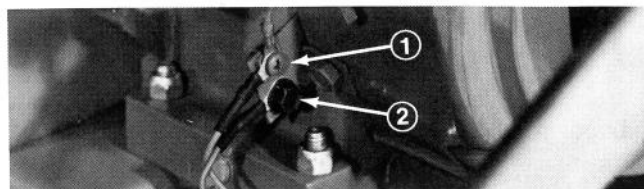

Abb. 11
1. Kreuzschlitzschraube und Kabel vom Motoranschlussblech entfernen, das Kabel mit kleinerem I.D. Loch anschliessen und wieder am Anschlussblech montieren (Abb. 11).
2. Bundschraube durch grosses I.D. Loch einsetzen und im unteren Loch im Anschlussblech montieren (Abb. 11).